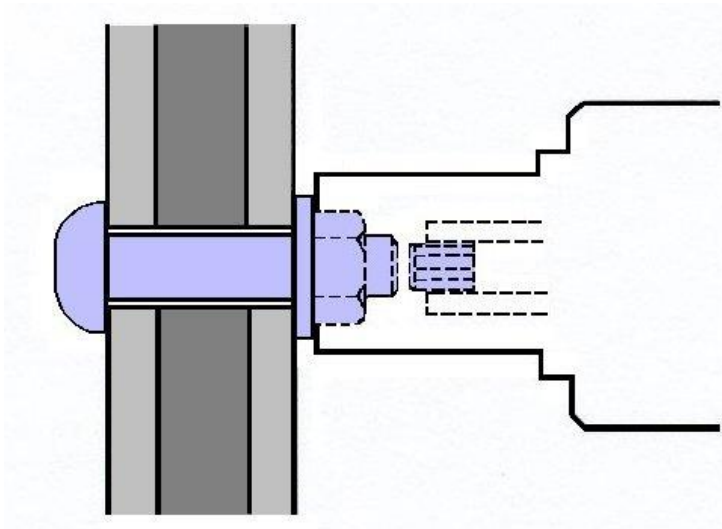

Fig 3.
3. Presionar el interruptor. El vaso exterior rota en el sentido de las agujas del reloj y aprieta la tuerca mientras que el vaso interior aguanta la punta estriada del tornillo (solo un vaso puede moverse a la vez). Cuando la correcta precarga alcanza el vaso exterior, deja de rotar y el vaso interior rota y corta la punta estriada. (Fig 3)